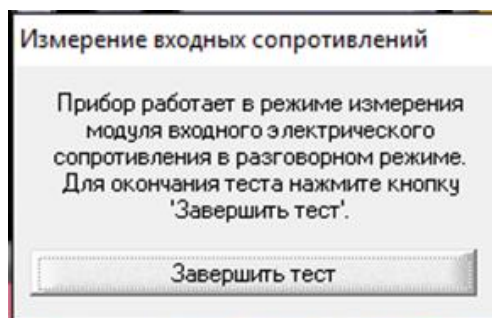

Рисунок 8
– щелкнуть по кнопке **Входные сопротивления**: открывается список, из которого надо выбрать **Модуль входного электрического сопротивления** и далее **Разговорный режим**, открывается окно **Измерение входных сопротивлений** (рисунок 8) с кнопкой **Завершить тест**;